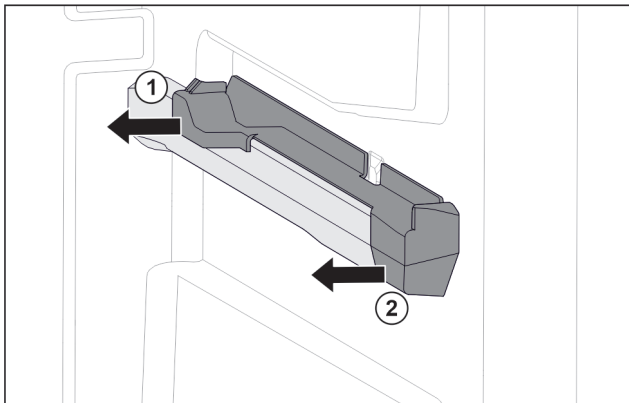

Fig. 76 Aufsteckteil auf der rechten Behälterrippe
- ▶ Aufsteckteil hinten zur Seite abziehen. Fig. 76 (1)
- ▶ Aufsteckteil vorne zur Seite abziehen. Fig. 76 (2)